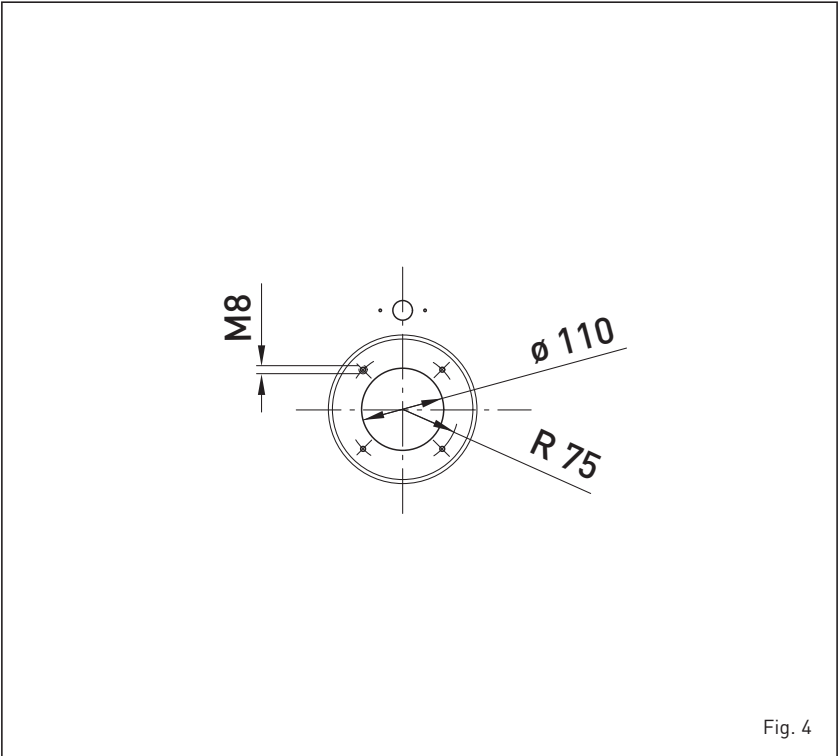

Fig. 4
1.7.2 Montagem dos queimadores (fig. 4)
A porta da caldeira é fornecida preparada para a montagem do queimador (fig. 4). Os queimadores devem ser regulados de tal modo que o valor de CO2 seja aquele indicado ao ponto 1.3 com uma tolerância de ± 5%.